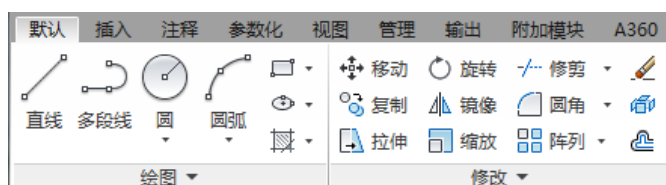

图 3-1 “修改”面板
- 2) 在“草图与注释”工作空间，从“默认”选项卡上的“修改”面板上选择命令编辑图形，如图 3-1 所示。